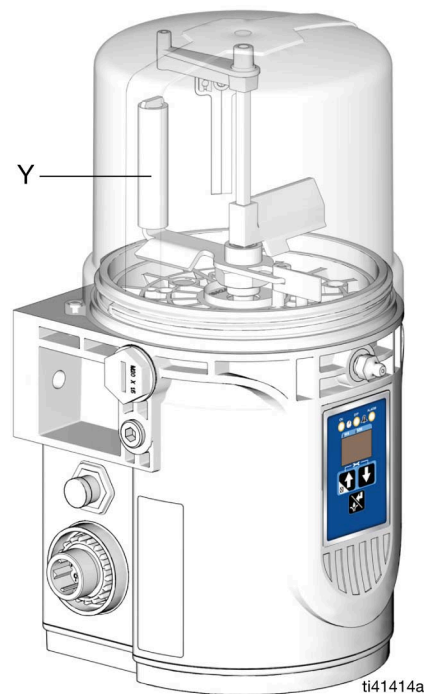

図 21
1. 充填ホースをZerkインレット充填金具(E) (図 21) に接続してください。